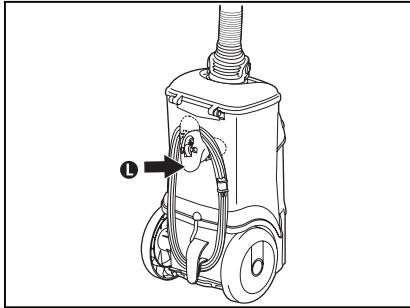

Fig. 7
**Étape 5:** Faites tourner le crochet de cordon (L) située sur la partie inférieure du traîneau pour libérer le cordon (Fig. 7).
**Étape 3:** Faites tourner le crochet de cordon (L) située sur la partie inférieure du traîneau pour libérer le cordon (Fig. 7).